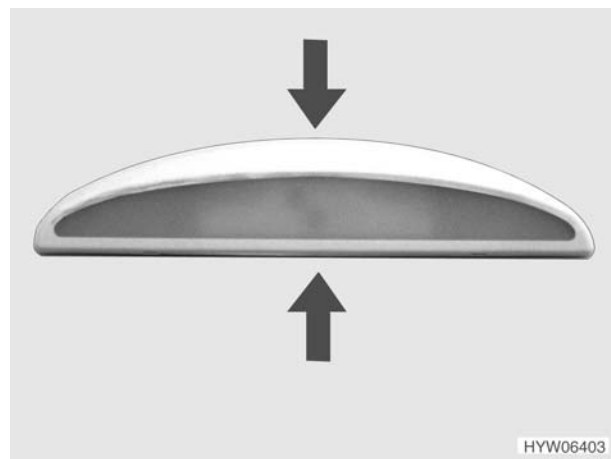

Fig. 105 Luce tenda veranda
- Comprimerne leggermente gli involucri (Fig. 105) e sfilarli in avanti.